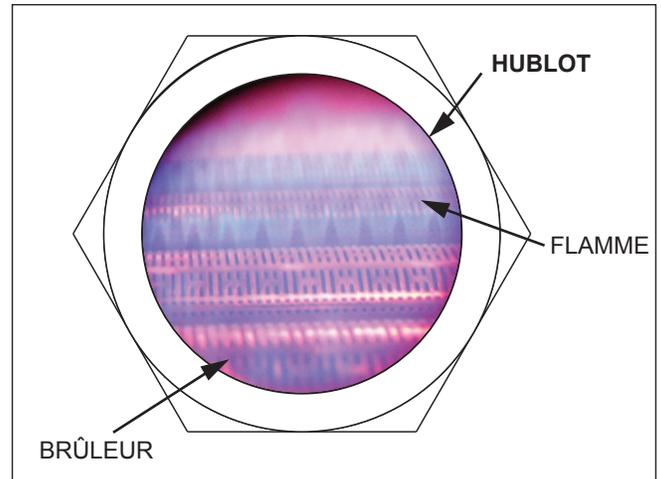

Figure 36. Vue de la flamme
12. Vérifier visuellement la flamme du brûleur principal. La flamme peut être examinée à travers un hublot situé sur le côté inférieur droit du réchauffeur. Elle doit avoir une couleur bleu clair et doit être petite, voir figure 36. Si elle a une autre apparence, un réglage est nécessaire, tel que décrit dans la section suivante.